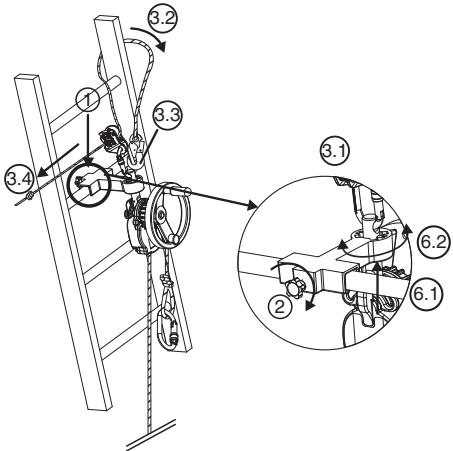

Fig. 7
### 6.3.3 DEROPE™ UP K apparat (Fig. 7)
1. Installer den lille støttekonsol på stigens trin i den valgte position for at foretage redningsaktionen over den person, der skal evakueres (fig. 7, 1).
2. Fastspænd blokeringsaksen, der sidder bag på støttekonsollen, ved hjælp af fastspændingsboltten (fig. 7, 2).
- Fastgør forbindelsesleddet til indstillingasanordningen LCM 05 i hullet øverst på tilkoblingsaksen (fig. 7, 3.1).
- Før sikringslinen omkring det trin på stigen, som ligger umiddelbart ovenover konsollen, ved at føre den omkring en af stigens vanger (fig. 7, 3.2).
- Kobl sikringslinens forbindelsesled sammen med forbindelsesleddet på indstillingasanordningen LCM 05 (fig. 7, 3.3).
- Stram sikringslinen ved at trække på den frie streng (fig. 7, 3.4).
6. Vend DEROPE™ apparat efter behov ved at ændre tilkoblingsaksens position i indekseringsanordningen (fig. 7, 6.1 – 6.2).